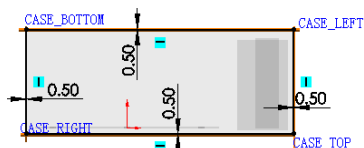

图 17.4.6 草图
Step2. 完成上步操作后, 系统将自动选择“草图绘制”命令。选择 CASE_FRONT 为草图平面, 绘制图 17.4.6 所示的草图。